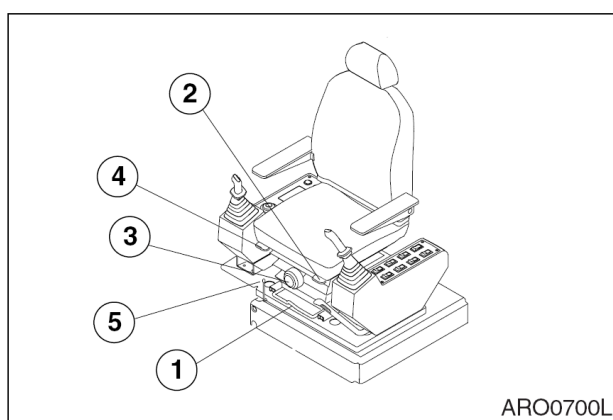

Рис. 100
РЕГУЛИРОВКА (РИС. 100) Держа рычаг (1, рис. 100), поднять его, одновременно перемещая сиденье вперед или назад в нужное положение. Отпустить рычаг, когда нужное положение достигнуто. Предел регулировки – 160 мм.
2. РЕГУЛИРОВКА НАКЛОНА И ВЫСОТЫ СИДЕНЬЯ (рис. 100)
Нажать рычаг (2, рис. 100) вниз для регулировки угла передней части сиденья.
Потянуть рычаг (2, рис. 100) вверх для регулировки угла задней части сиденья.
3. РЕГУЛИРОВАНИЕ НАГРУЗКИ (РИС. 100)
Поворот ручки (3, рис. 100) вправо уменьшает амортизацию. Поворот ручки влево – увеличивает амортизацию. Отрегулировать в соответствии с весом оператора по круговой шкале индикатора веса. Пределы регулирования 50-120 кг.
4. РЕГУЛИРОВАНИЕ НАКЛОНА (РИС. 100)
Подняв правый рычага (4,рис. 100), можно двигать спинку сиденья вперед и назад.
5. ПЕРЕМЕЩЕНИЕ ВСЕЙ КОНСТРУКЦИИ КРЕСЛА ВПЕРЕД /НАЗАД (рис. 100)